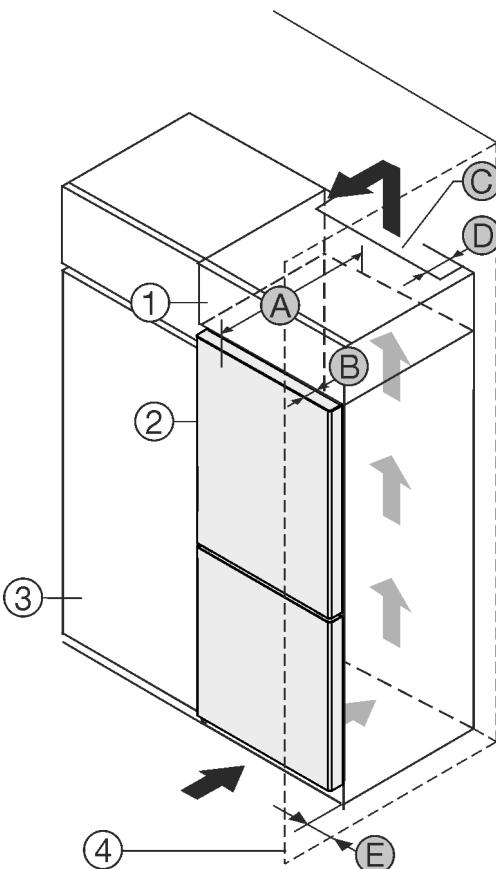

Fig. 1
Можете да поставите уреда непосредствено до кухненския шкаф Fig. 1 (3).
От задната страна на шкафа-пристройка трябва да има вентилационен отвор с дълбочина Fig. 1 (D) по цялата широчина на шкафа-пристройка.
Под тавана на помещението трябва да е спазено сечението за вентилация Fig. 1 (C).
Когато уредът се поставя с пантите до стена Fig. 1 (4), разстоянието между уреда и стената трябва да е поне 13 mm.
Когато уредът се поставя с пантите до стена Fig. 1 (4), разстоянието между уреда и стената трябва да е поне 20 mm.
За да можете да отваряте вратата изцяло, уредът трябва да е издаден с дълбочината на вратата Fig. 1 (B) спрямо челото на кухненския шкаф. В зависимост от дълбочината на кухненските шкафове Fig. 1 (3) и използването на детайли за отстояние от стената, уредът може да излезе още по-напред.